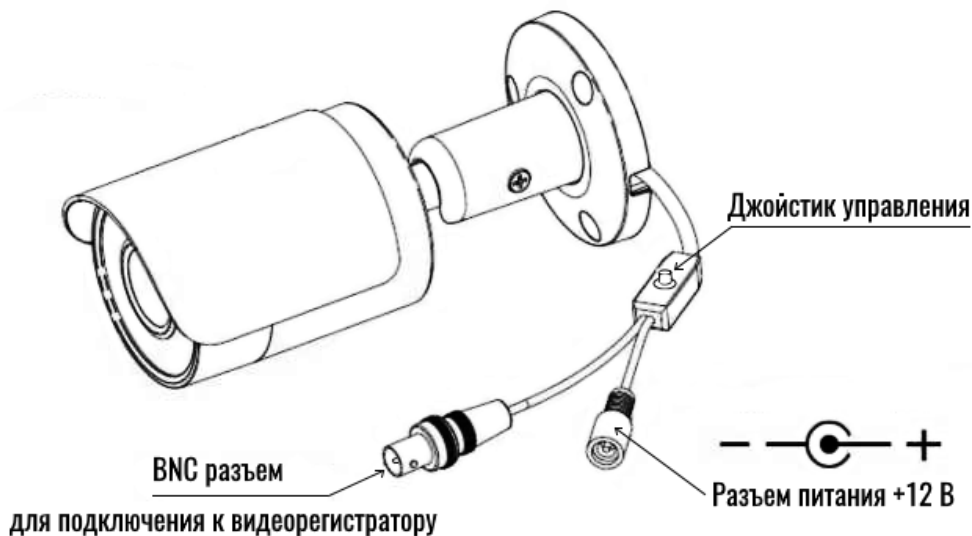

Рисунок 1 Схематичное изображение АHD видеокамеры в цилиндрическом корпусе.
3.4 Подключите соединительные провода (разъемы) в соответствии со схемой внешних подключений (рис.1) и соблюдением полярности. Неправильное соединение (нарушение полярности подключения питания) может привести к повреждению оборудования и потере гарантийных обязательств.
Для изменения стандартных настроек камер можно использовать джойстик управления на кабеле (рис.1), данный функционал имеется не у всех видеокамер (опция).